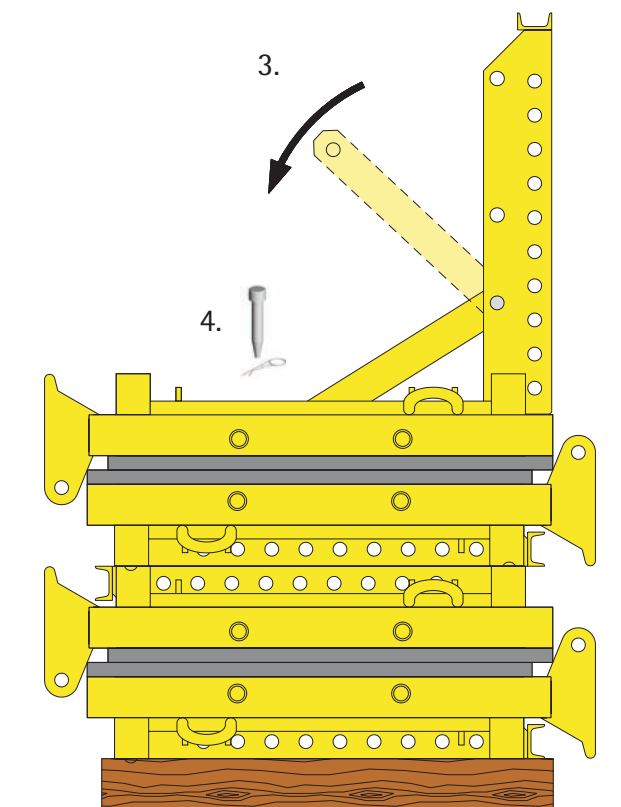

Abb.7
3. Integrierte Diagonalen nach unten in den Rahmen klappen (Abb. 7).
4. Diagonalen mit Gripbolzen und Federstecker in Rahmen abstecken (Abb. 7).